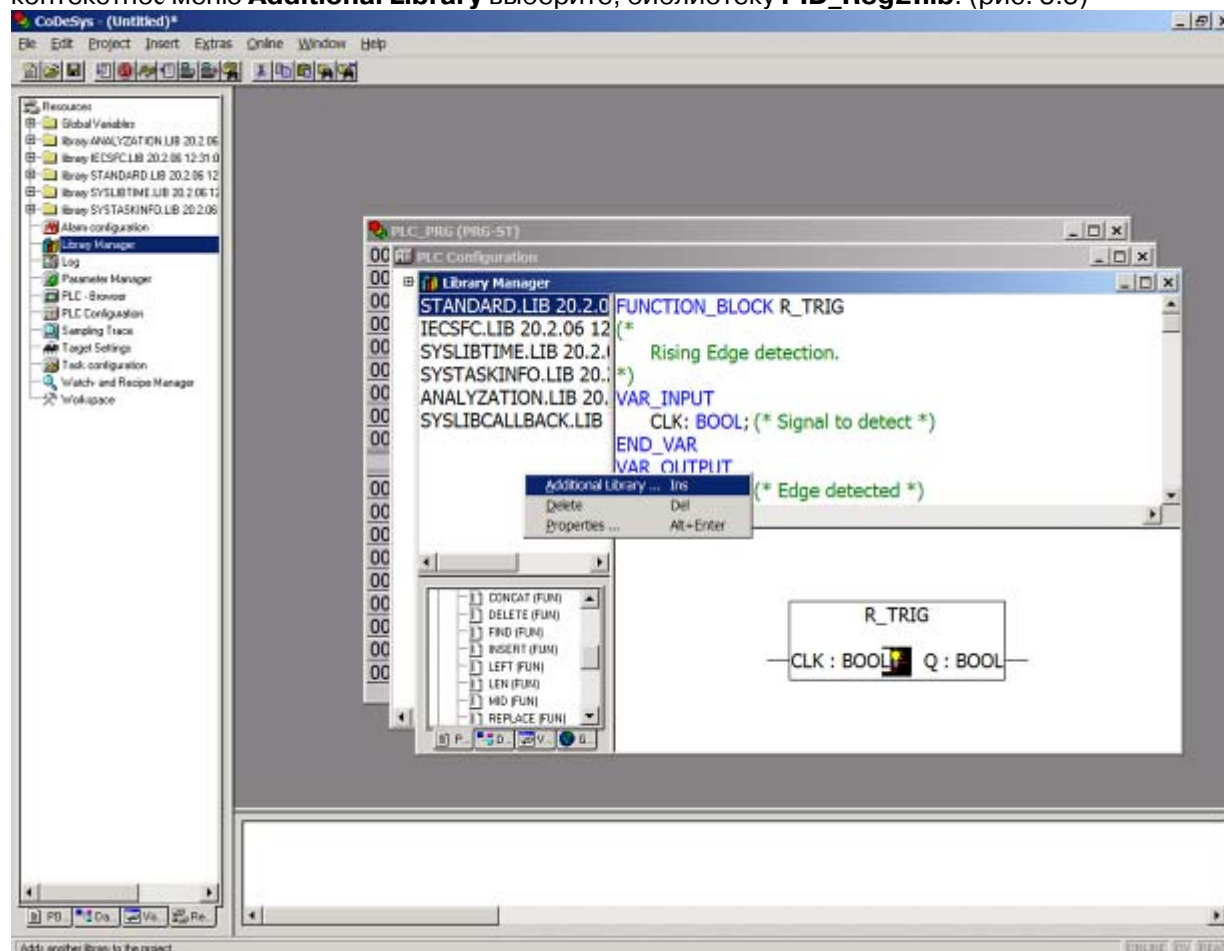

Рис. 3.3. Контекстное меню Additional Library, выбор библиотеки
– щелчком мыши на средней верхней части окна со списком установленных библиотек открыть контекстное меню **Additional Library** выберите, библиотеку **PID_Reg2.lib**. (рис. 3.3)